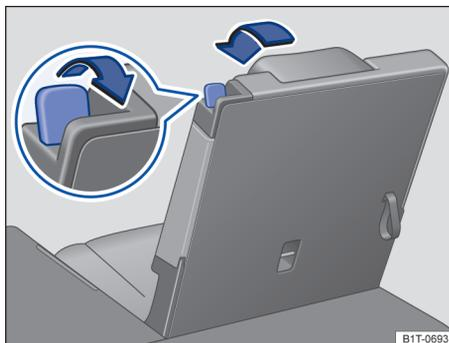

图 85 第三排座椅。将后座椅翻折为载货位置
- 将物品从后座椅前后的脚部空间移除→①。
- 将解锁拨杆→图 85 向后拉到底，即可解锁后座椅靠背。
- 靠背锁定后应看不见解锁拨杆→图 85 上的红色标记。
- 如果能看到解锁拨杆→图 85 上的红色标记表明后座椅靠背未正确卡止。务必检查，当后座椅靠背处于垂直位置时，是否绝对看不到此红色标记。